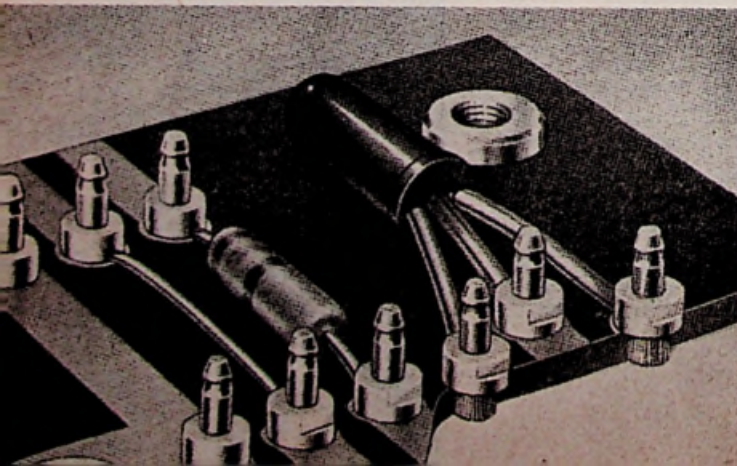
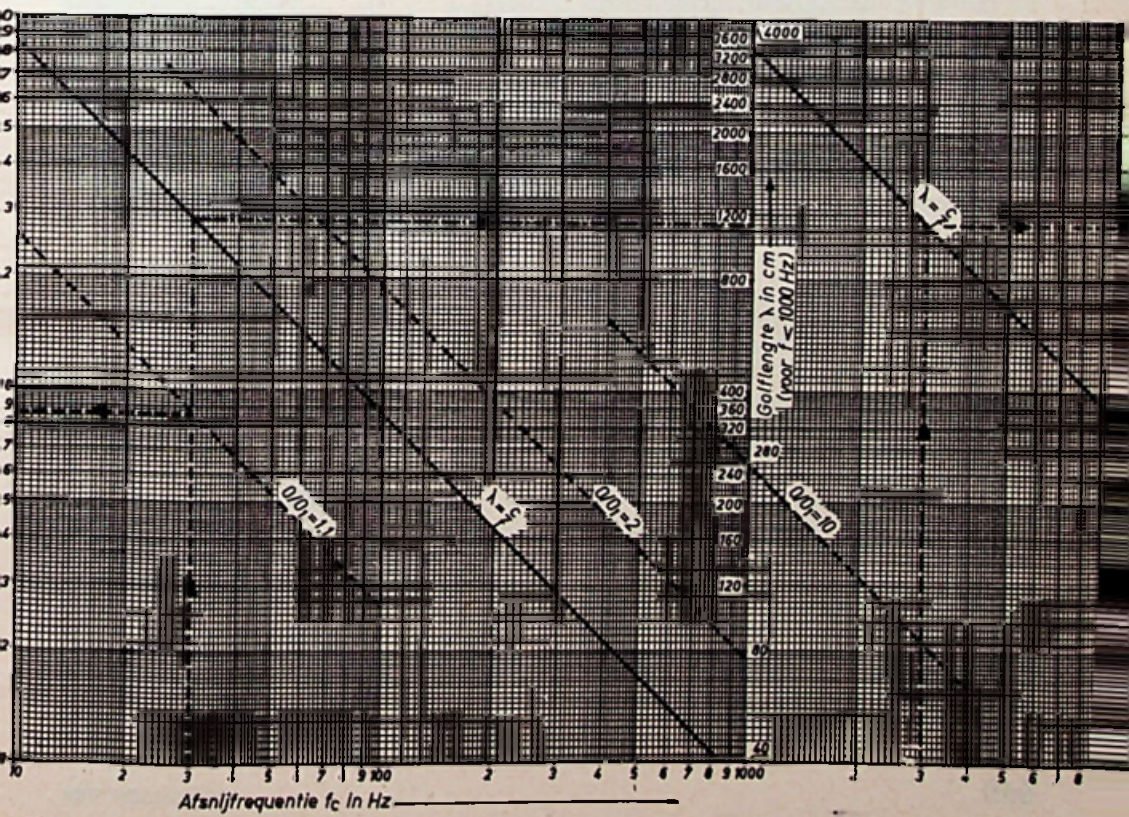
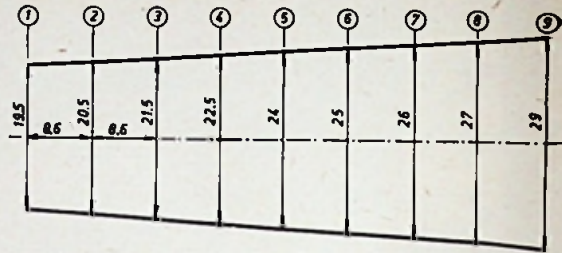

Afb. 3
Fig. 4
Fig. 5
Geen enkele MAGNETOPHONBAND BASF blijft anoniem; alle banden worden van een naam voorzien. De rugzijde van het blok wordt bedrukt met het teken BASF, de aanduiding van 't type en 't band- en chargennummer (afb. 3). De snijmachine, een wonder van precisie, snijdt het blok, dat dus van 'n magnetische laag is voorzien en aan de rugzijde is bedrukt, tot op een honderdste millimeter nauwkeurig tot de 6,25 mm smalle geluidsband (afb. 4). Daarna gaan de banden naar de omspoel tafels, waar de ingebouwde foto-elektrische cellen voor een felloze controle zorgen (afb. 5). Eventuele foutieve gedeelten worden verwijderd, voordat de band in de voor de verkoop gebruikelijke lengten wordt gesneden en op spoelen van Polystyrol wordt gewikkeld (afb. 6). Nadat de banden in de MAGNETOPHONBAND-controle-afdeling grondig op hun elektroakoestische eigenschappen zijn getest, wordt elke volle spoel tenslotte van een loodje voorzien (afb. 7). Dit loodje is een bewijs van kwaliteit en geeft aan; deze band is gecontroleerd, heeft de voorgeschreven lengte en is niet eerder gebruikt; in alle opzichten dus een waarborg. Op de Firato is BASF in stand '74 van Color Chemie.
Fig. 3 toont een doorsnede van 'n strip met daarop 'n gemonteerde weerstand en fig. 4 een gedeelte met doorsnede van een gedrukte bedrading. Amroh n.v. wil geïnteresseerde industrieën gaarne nadere inlichtingen verstrekken.
Dan is in fig. 4 een nomogram gegeven voor de berekening van het exponentiële verloop. Op de x -as (horizontaal) vinden we de frequentie f_c in Hz, op de y -as (links verticaal) de afstand x tussen twee oppervlakten. We vinden verder drie schuin getrokken lijnen aangegeven met $0/0_1 = 1,1, = 2$ en $= 10$. Voor een gegeven afsnijfrequentie f_c vinden we de afstand x , waarbij de oppervlakte vergrotingsfac-
2. **Bepaal het exponentiële verloop** met behulp van fig. 4, uitgaande van de gewenste afsnijfrequentie f_c .
3. **Zet nu het verloop uit:** voor vierkante, ronde en driehoekige doorsneden is één aanzicht voldoende. Voor rechthoekige doorsneden zijn twee aanzichten noodzakelijk. Teken de a , de halsafmeting en trek lijnen dwars op de a op een afstand x (gevonden uit fig. 4) van elkaar.
4. **Bepaal met fig. 4 de golflengte van de afsnijfrequentie.** Kies uit de in punt 3 gevonden doorsneden één, waarvan de omtrek groter of gelijk is aan deze golflengte. Deze doorsnede is de monding.
b. Voor een $f_c = 30$ Hz vinden we uit fig. 4 een $x = 8,6$ cm voor een oppervlaktevergroting van 10% ($0/0_1 = 1,1$). M.a.w. om de 8,6 cm wordt het oppervlak van de doorsnede 10% groter. Teken nu een horizontale lijn met om de 8,6 cm een verticale lijn (fig. 5). Zet op de linker lijn (nr. 1) de halsopening uit ($d = 19,5$ cm).